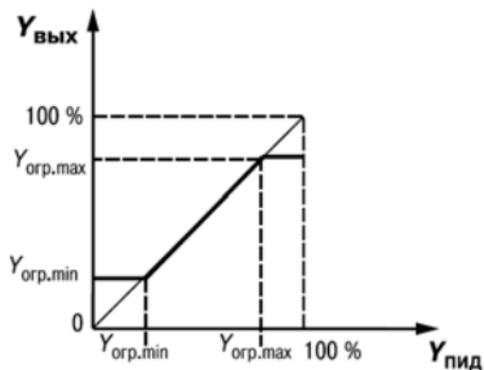

Рисунок 3.9
- максимальный  $Y_{огр.маx}$  и минимальный  $Y_{огр.мин}$  (рисунок 3.9).